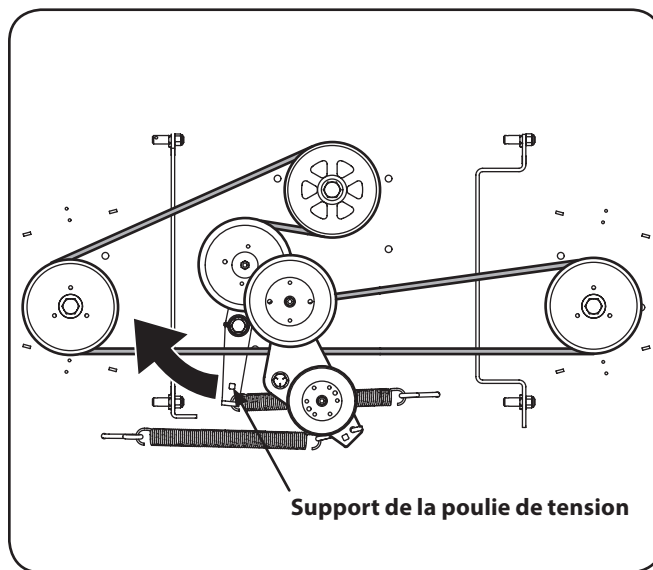

Figure 7-7
5. À l'aide d'un bras de force de 1/2", insérez l'extrémité mâle dans l'ouverture carrée de 1/2" de l'ensemble de la poulie de tension et faites pivoter la poulie dans le sens horaire. Voir Figure 7-7. Pendant que vous retenez la poulie de tension, desserrez la courroie du plateau de coupe et faites glisser la courroie hors de la poulie.
6. Installez la courroie neuve comme indiqué à la Figure 7-7. Installez ensuite le plateau de coupe et la courroie de la prise de force selon les instructions de la page 34.